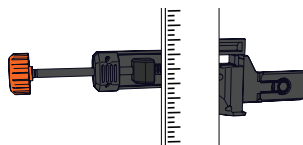

Figure 23
2. Placer une mire de nivellement dans l'ouverture sur l'arrière du dispositif de serrage. (Figure 23)